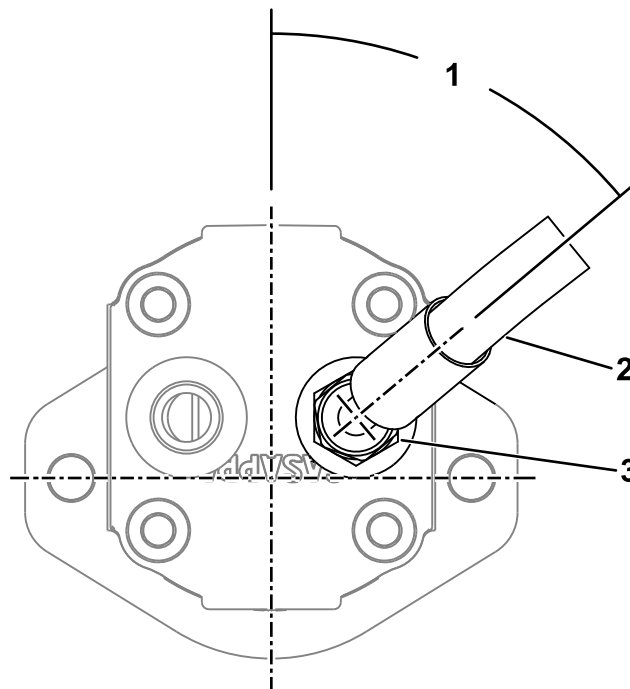
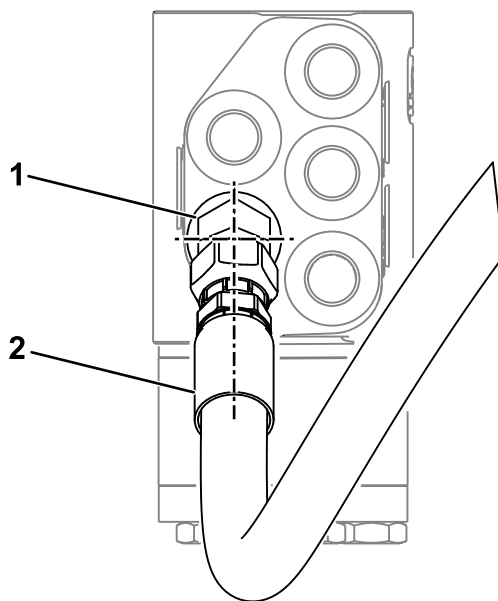

Bild 11
Bild 12
2. Verbinden Sie den 45°-Hydraulikschlauchanschluss mit dem neuen geraden Anschluss und richten Sie ihn auf 50° aus, wie in Bild 11 gezeigt.
4. Verbinden Sie den geraden Hydraulikschlauch mit dem neuen 45°-Anschluss wie in Bild 12 gezeigt.
6. Stellen Sie sicher, dass der Schlauch und die Armaturen wie in Bild 11 und Bild 12 gezeigt ausgerichtet sind und dass der Schlauch nicht verdreht ist, wenn er neben den vorhandenen Hydraulikleitungen verlegt wird.